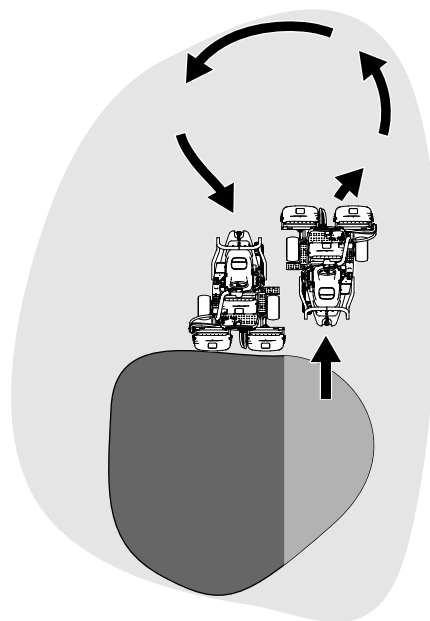

Рисунок 29
6. Чтобы сэкономить рабочее время и облегчить выравнивание для следующего прохода, на короткое время разверните машину в противоположном направлении, а затем направьте ее к нескошенной части. Такое движение машины является поворотом «по каплевидной траектории» (Рисунок 29), позволяющим быстро выровнять ее для следующего прохода.